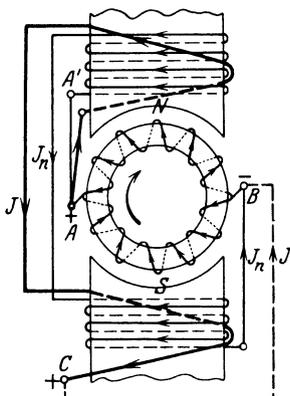

Abb. 98.
Weder die Hauptschluß- noch die Nebenschlußmaschine gibt bei Belastungsänderung konstante Klemmenspannung. Das Verhalten der Hauptschlußmaschine ist aus der U_k -Linie (Abb. 92) zu erkennen. Danach steigt zunächst die Spannung mit wachsender Belastung, um später wieder abzunehmen. Die Nebenschlußmaschine besitzt die größte Spannung bei Leerlauf. Mit wachsender Belastung nimmt die Spannung immer mehr ab¹. Will man eine Maschine haben, bei welcher die Spannung für alle Belastungen dieselbe bleibt, oder sogar mit wachsender Stromstärke noch steigt, so muß man dieselbe mit zwei Erregerwicklungen ausführen, einer Nebenschlußwicklung, die aus vielen Windungen dünnen Drahtes besteht und bei Leerlauf die gewünschte Spannung erzeugt, und einer Hauptstromwicklung, die vom Hauptstrom durchflossen wird und so berechnet ist, daß die durch sie erzeugte Durchflutung den Spannungsverlust und die Ankerrückwirkung (Gl 60) deckt. Diese Maschine heißt Doppelschlußmaschine (Abb. 98). Ihr Schaltschema ist in Abb. 98 a bzw. 99 dargestellt. Die Maschine erregt sich, denn bei Rechtsdrehung des Ankers
wird der remanente Magnetismus verstärkt. Anstatt in Abb. 98 A mit der Bürste A , kann man auch A' mit der Klemme C verbinden.
Abb. 98 a.
- der Widerstand der Hauptstromwicklung \overline{AC} (Abb. 98 bzw. 99),